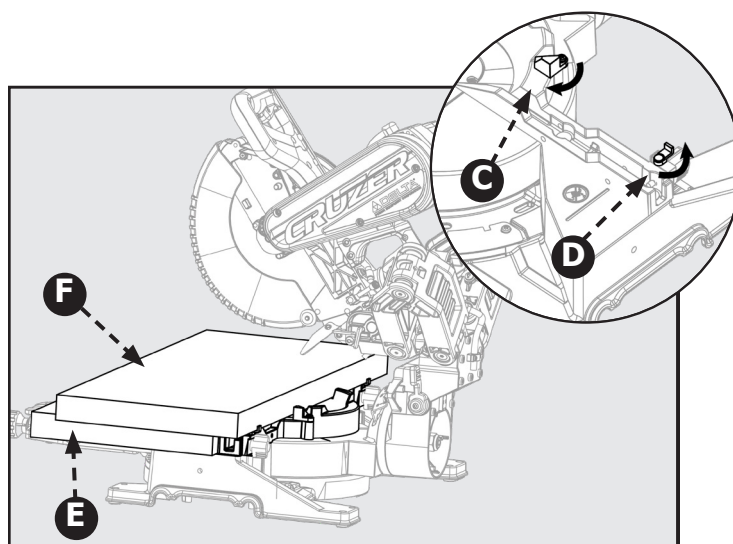

Figura 29
2. Voltee las lengüetas de apoyo (C y D) hacia su posición. Las lengüetas (D) están ubicadas en el lado izquierdo y derecho de la guía tope inferior (fija). La lengüeta (C) solo se encuentra en el lado derecho de la guía tope inferior (fija). Estas funcionarán como el tope posterior de la pieza de trabajo. Consulte la Figura 29.
3. Deberá agregar una tabla de mesa auxiliar (E) para brindar apoyo para la pieza que requiere un corte de gran capacidad (F). Coloque la tabla de mesa auxiliar de 2" x 12" (E) en la mesa de la sierra y contra la sección inferior (fija) de la guía tope de la sierra. Asegúrese de que la tabla esté colocada de forma segura contra la guía tope inferior (fija).